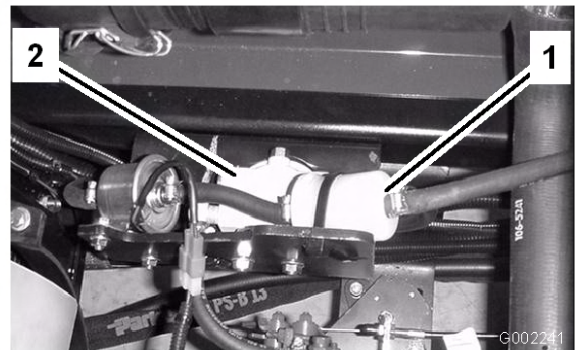

図 44
4. 古いフィルタのクランプをゆるめて脇に寄せる（図 44）。